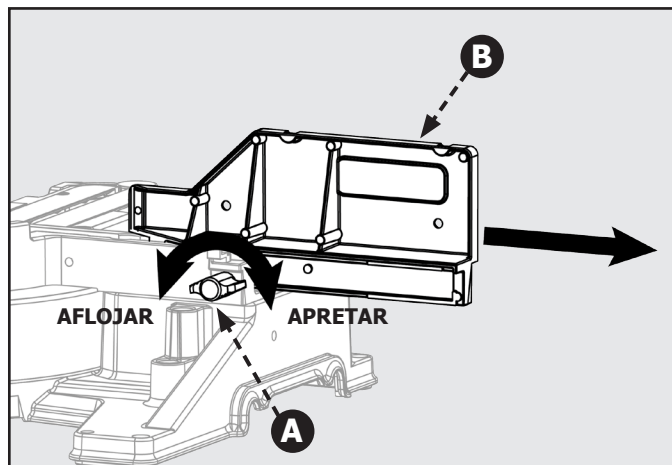

Figura 26
1. Afloje la perilla de bloqueo de guía tope (A). Deslice la guía tope superior (ajustable) (B) completamente fuera de su guía y colóquela en la parte lateral. Consulte la Figura 26.